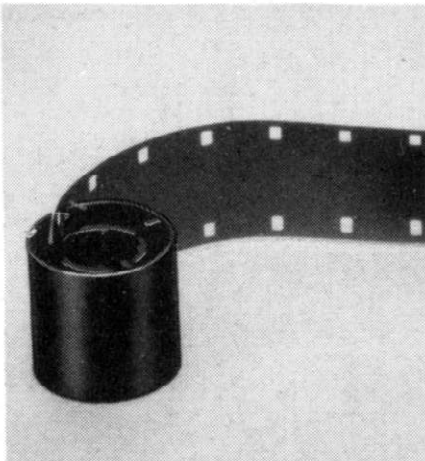

Bild 8
2. Das zugespitzte Filmende ist in den Schlitz des Aufwickelkernes (Bild 8) zu stecken, der Film mit Emulsionsschicht nach innen aufzuwickeln und auf einem Tisch auf beiden Seiten plan zu klopfen. Der aufgewickelte Film ist nach Bild 5 über die Führungsrolle (3 in Bild 5) durch den Filmkanal (4 in Bild 5) und über den Bremsbolzen (6 in Bild 5)